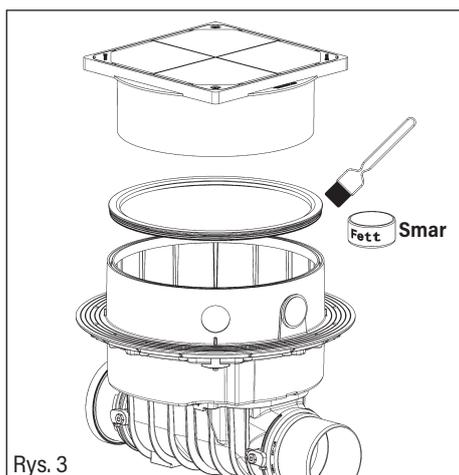

Rys. 1
A. Zamknięte całkowicie zamykanie robocze i awaryjne (ustawienie zamknięcia, rys. 1). Dźwignię ręczną zamknięcia roboczego i awaryjnego należy ustawić na odpowiednią pozycję "zamkniętą". Zabezpieczenie zwrotne działa jako odcięcie rury. **Przez przyłączone odpływy nie mogą przepływać ścieki, ale są one podwójnie zabezpieczone przed przepływem zwrotnym obydwoma kłapami.**
Korpus KESSEL *Staufix FKA* należy wypoziomować (patrz rys. 1).